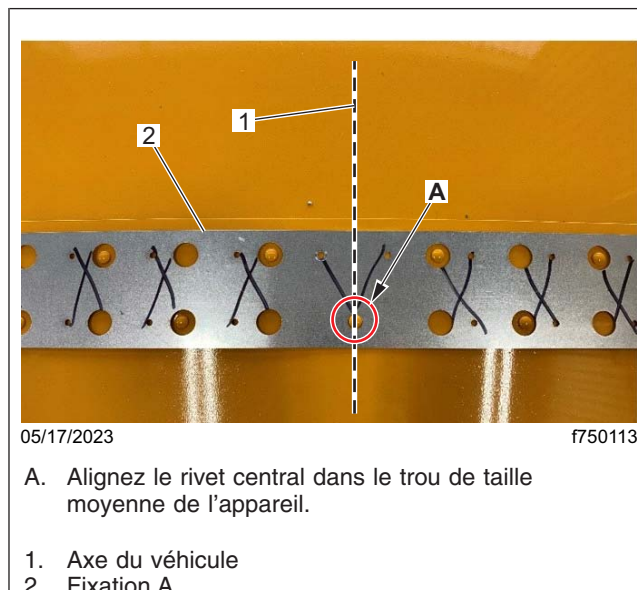

Fig. 9, Alignement du rivet central, fixation A
12. Le rivet central doit s'insérer solidement dans le trou de taille moyenne, situé près du centre de chaque appareil, comme le montre le **Fig. 9**.